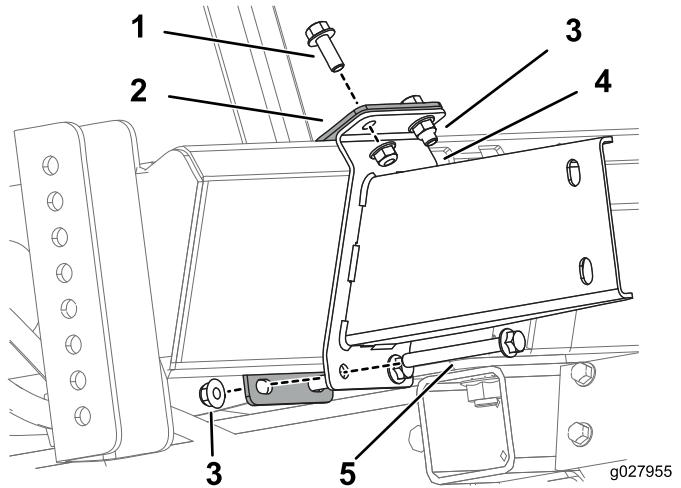

**Bild 3**
2. Befestigen Sie die Rückseite der oberen Halterung mit einem U-Bügel, einer Schraube (3/8-16" x 1", GR5) und drei Bundmuttern (3/8-16"), wie in **Bild 3** abgebildet.